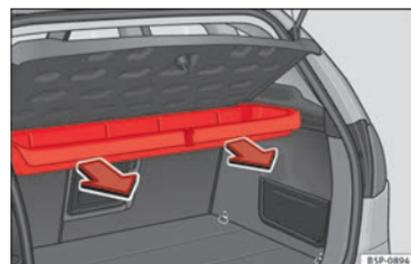

Fig. 104 Smontaggio del cassetto portaoggetti.
- Tirare all'infuori facendo uscire il cassetto dai perni » **fig. 104.**